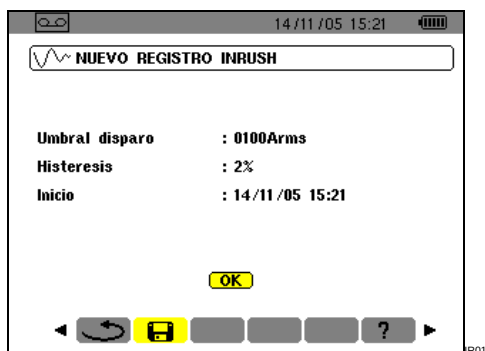

Figura 59: configuración del registro *Inrush*.
1. A partir de la pantalla *Nuevo registro Inrush* (Figura 59), pulsar ◀ para volver a la pantalla *Modo Inrush*.